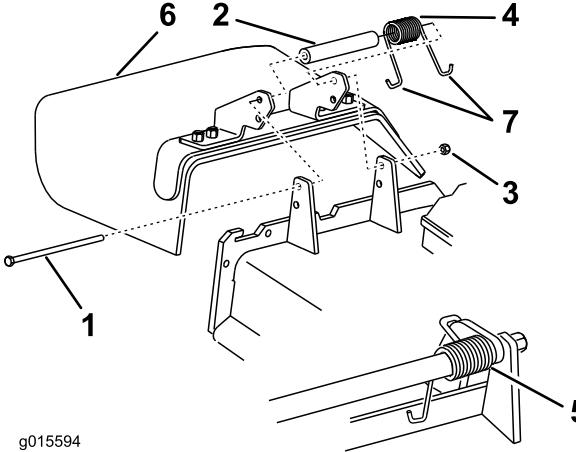

Figura 87
1. Retire la contratuerca, el perno, el muelle y el espaciador que sujetan el deflector a los soportes de pivote (Figura 87).
2. Retire el deflector de hierba dañado o desgastado (Figura 87).
Nota: Asegúrese de colocar un extremo con gancho en J del muelle detrás del reborde de la carcasa antes de instalar el perno, según se muestra en Figura 87.
6. Coloque 1 extremo en J del muelle alrededor del deflector de hierba (Figura 87).